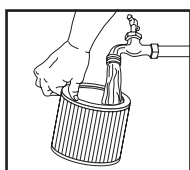

FIGURE 21
26. Ou rincez (depuis l'intérieur du filtre) avec de l'eau. **FIGURE 21.** Laissez sécher complètement (environ 24 heures).